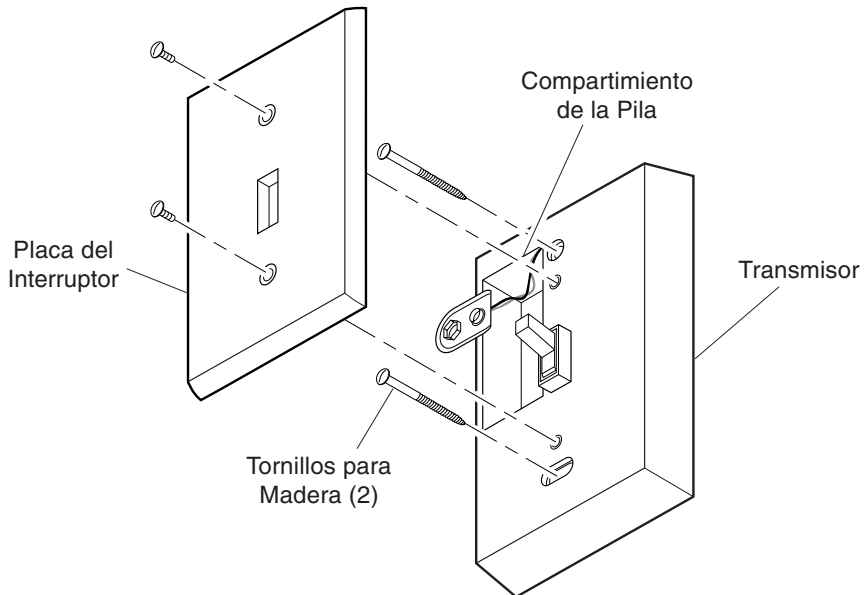

Figura 4- Instalación del Transmisor
9. Si aún no ha encendido el interruptor maestro del receptor, ubicado junto al interruptor de palanca, muévelo hacia arriba, a la posición encendida (ON). Es posible que la luz se encienda. **NOTA:** Si el interruptor controla una lámpara, asegúrese de que esté conectada a la toma controlada por el interruptor y en la posición encendida.
12. **Instale una pila de 9 voltios.** Retire la tapa de interruptor del transmisor (conservé los dos tornillos). Introduzca los terminales de la pila en los sujetadores y coloque la pila en el compartimiento (vea la Figura 4).